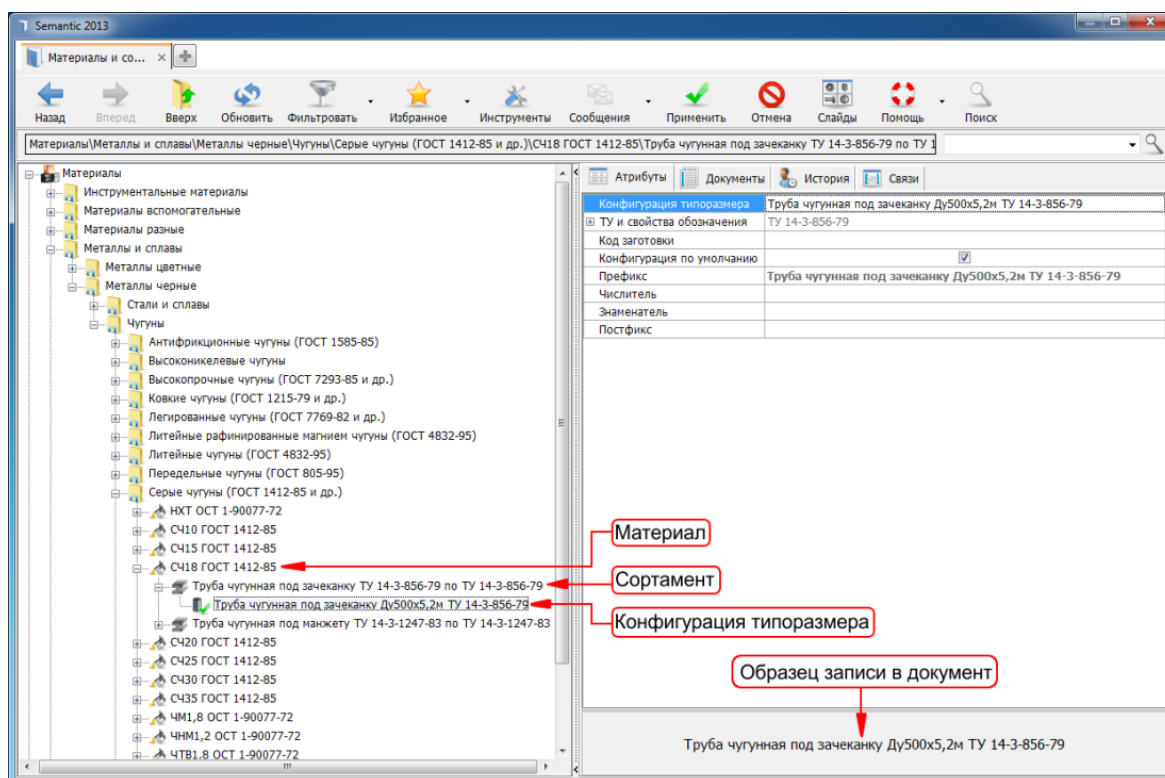

Рис. 3.7. Последовательность выбора сортамента материала из справочника *Материалы и сортаменты* в *Semantic MDM*
- в дереве справочника развернуть наименование материала, чтобы увидеть список сортовментов, доступных для него (Рис. 3.7);